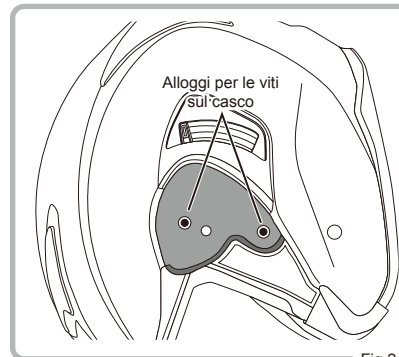

Fig.2
- ② Posizionare il meccanismo della visiera nell'alloggio sul lato del casco e allineare i fori di montaggio sul meccanismo della visiera con i fori di montaggio sul casco (Fig. 2).